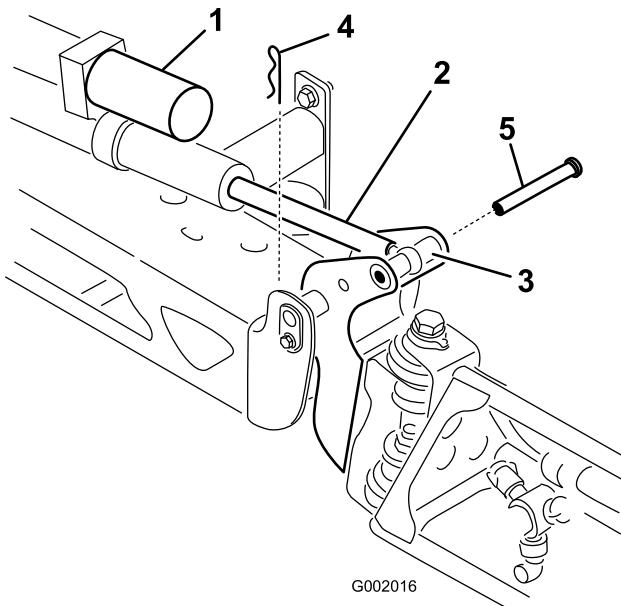

図 45
2. ピボット・ピンからコッター・ピンを抜き取る（図 45）。
ながら、ブームのピボットとアクチュエータ・ロッドにピンを通す(図 45)。
3. ブームを持ち上げて、ピンを外す(図 45)。ブームをゆっくりと床まで降下させる。